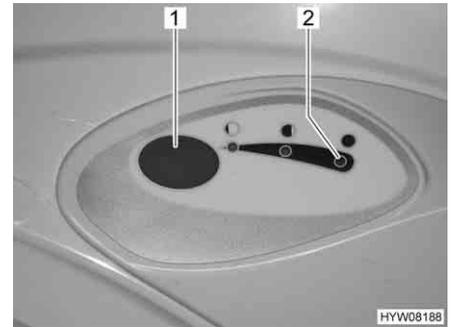

Fig. 223 Botão do autoclismo/luz piloto da sanita Thetford
- Para efetuar a lavagem, prima o botão azul do autoclismo (Fig. 223,1).
A luz piloto (Fig. 223,2) acende-se, quando a cassete tem de ser despejada.